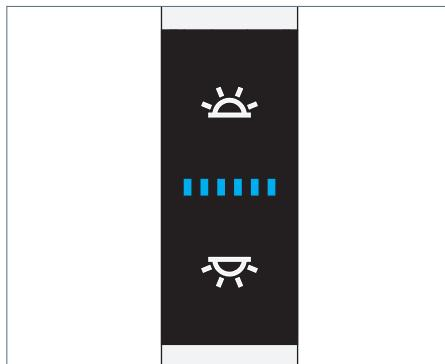

Fig. 10: Bedienelement.
- Drücken Sie die obere Taste, siehe Fig. 10.
- ▶ Drücken Sie die obere Taste, siehe Fig. 10.
- ▶ Drücken Sie die untere Taste, siehe Fig. 10.
- ▶ Drücken Sie die untere Taste und halten Sie diese Taste gedrückt, siehe Fig. 10. Nach ungefähr einer Sekunde verändert die Leuchte ihre Helligkeit.
- ▶ Drücken Sie die obere Taste und halten Sie diese Taste mindestens eine Sekunde gedrückt, siehe Fig. 10.
- ▶ Drücken Sie die obere Taste und halten Sie diese Taste mindestens eine Sekunde gedrückt oder schalten Sie VTL aus und wieder ein, siehe Fig. 10.